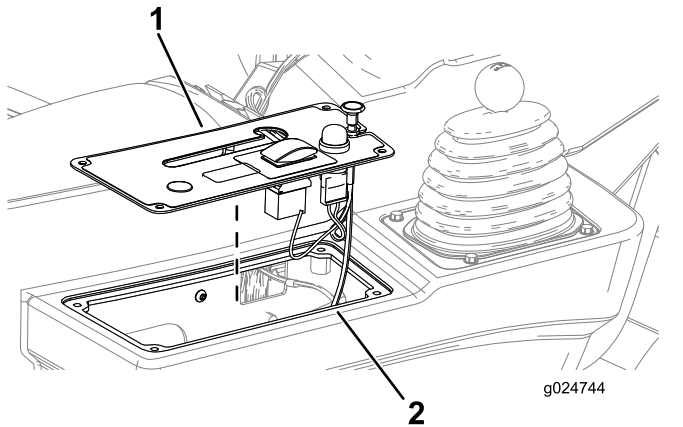

Figura 19
1. Alinee la tapa del panel de control con la consola lateral (Figura 19).